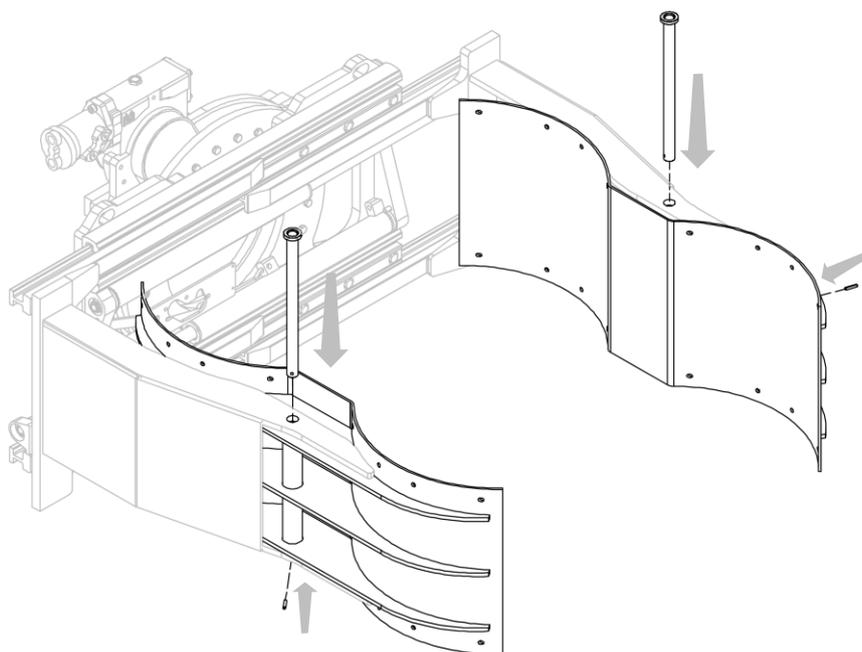
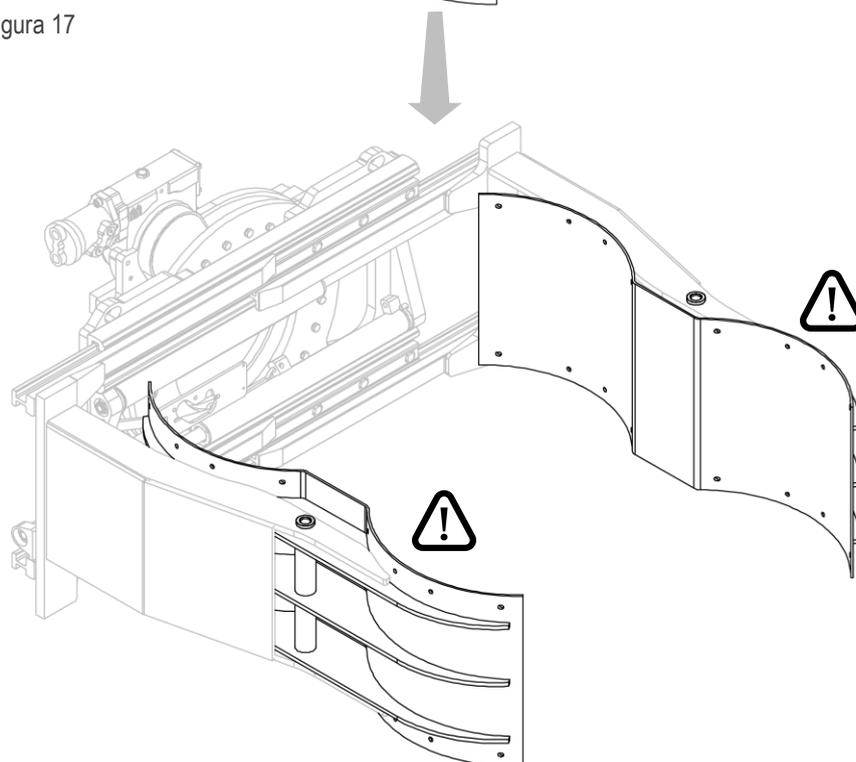

Figura 17
Figura 18
3. Montare le ganasce sulle forcelle, attraverso gli appositi perni e spine elastiche di bloccaggio (vedi *Figura 17* e *Figura 18*).